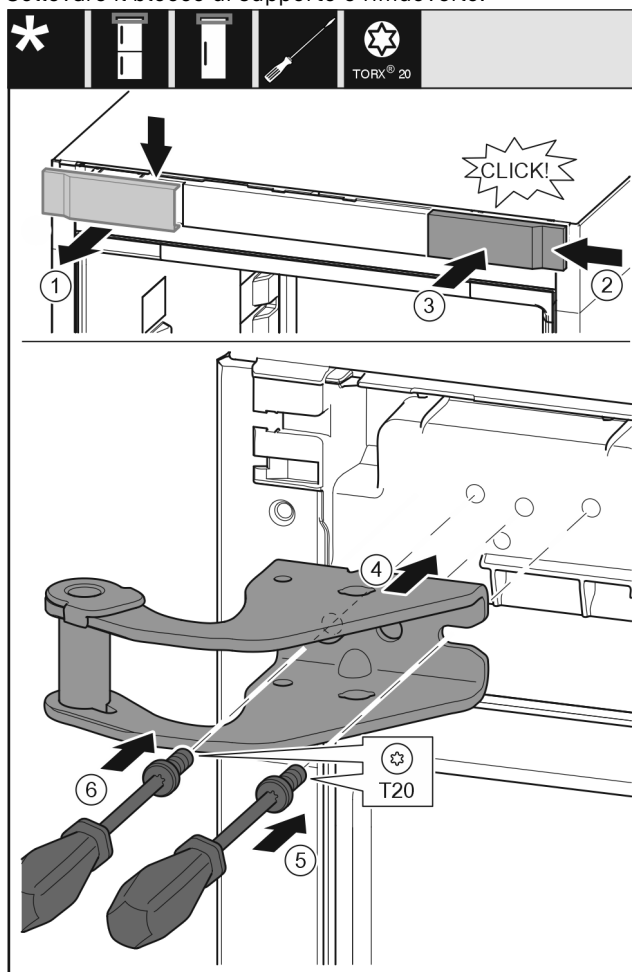

Fig. 14
- ▶ Rimuovere la copertura dall'alto in avanti. Fig. 14 (1)
- ▶ Ruotare la copertura di 180° e agganciarla sull'altro lato da destra. Fig. 14 (2)
- ▶ Innestare la copertura. Fig. 14 (3)
- ▶ Applicare il blocco di supporto superiore. Fig. 14 (4)
- ▶ Applicare la vite con il cacciavite T20 e serrare. Fig. 14 (5)
- ▶ Applicare la vite con il cacciavite T20 e serrare. Fig. 14 (6)